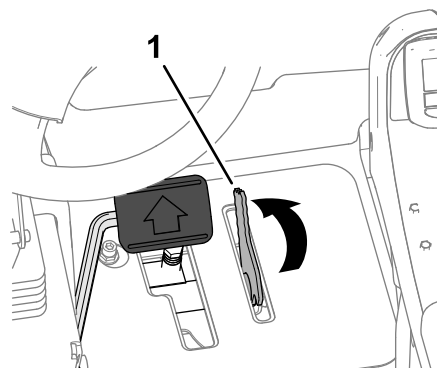

Рисунок 45
3. Ногой переведите рычаг ограничителя скорости скашивания вперед, в положение СКАШИВАНИЕ (Рисунок 45).